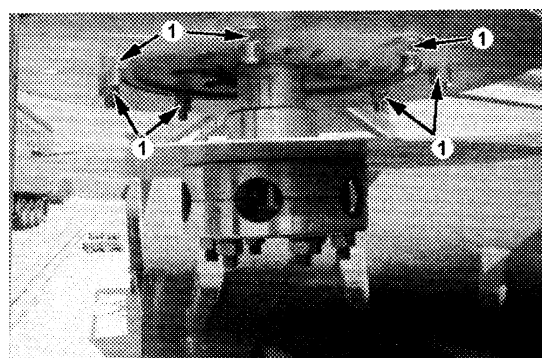

Fig. 29
- b) Checking the electric motor fastening: Check that the nuts of the screws for fastening the motor (fig. 29/1) are correctly tightened; if they are not, tighten them.
- b) Vérifier la fixation du moteur: Vérifier que les écrous des vis de fixation du moteur se trouvent correctement serrés (fig. 29/1), dans le cas contraire les serrer.
- b) Comprobar sujeción del motor: Comprobar que se encuentran correctamente apretados las tuercas de los tornillos de sujeción del motor (fig. 29/1), en caso de no ser así, apretarlas.